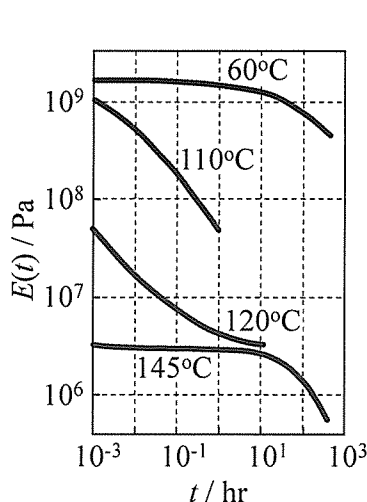
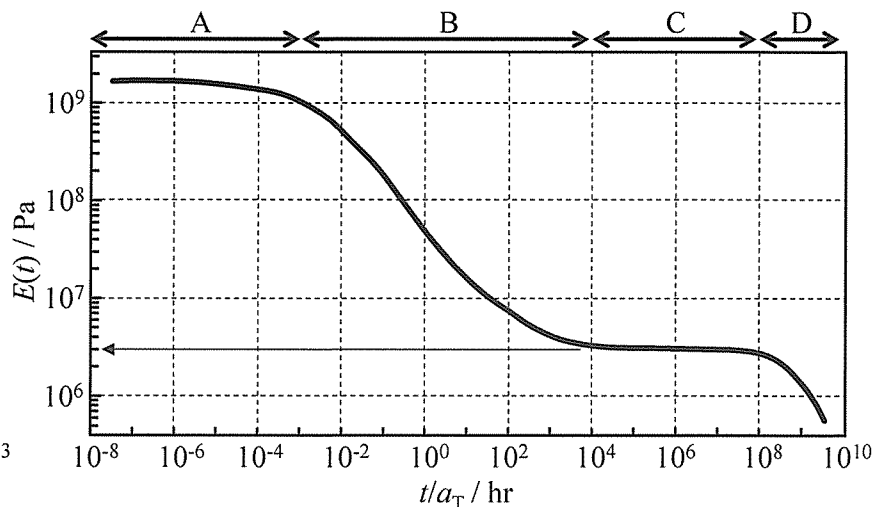

図 1
図 2
I 非晶性の線状高分子 **X** の短冊状試料を用い、温度一定で微小変形を与え、その変形を保ち続けた時に力 f が時間 t とともにどのように変化するかを測定し、緩和弾性率 $E(t)$ を求めた。図 1 には、図中に示す各温度で測定した $E(t)$ の t 依存性を示す。異なる温度で得られた $E(t)$ の曲線を、110°C を基準温度として、**あ** と呼ばれるパラメーター a_T を用いて横軸（時間軸）に沿ってシフトさせる、**い** を適用することで、各曲線はお互いに重ね合わせることが出来、図 2 に示すマスターカーブを得た。
(1) 上の問題文中の空欄 **あ** , **い** に当てはまる適切な語を記せ。
(2) 図 1 に示した 110°C での $E(t)$ の測定では、長さ 50.0mm、断面積 5.0mm² の短冊状試料を時間ゼロで 50.5mm に延伸し、この変形を固定したまま、力 f を測定した。 $t = 1.0 \times 10^{-3}$ hr で測定された f の値を求めよ。なお、断面積は変形によって変化しないものとみなしてよい。
(3) 図 2 に示す A～D の時間域について、それぞれの名称と、高分子鎖がどのような分子運動を行っているかについて、以下の空欄に当てはまる語を記せ。
(4) 図 1 から図 2 を得る際、120°C と 145°C のデータを、それぞれ長時間方向に 10^3 と 10^7 シフトした。WLF 式と呼ばれる、 a_T と温度 T との関係式、 $\log a_T = -[C_1(T - T_s)]/[C_2 + (T - T_s)]$ が成り立つと仮定し、110°C を基準温度 T_s とした時の WLF 式におけるパラメーター C_1 、 C_2 を求めよ。
(5) 基準温度が 145°C の時に得られるマスターカーブを、問(3)の各時間域が現れる時間に留意し、図 2 を参考になるべく正確に図示せよ。
(6) 図 1 で用いた高分子 **X** の 32 倍の分子量をもつ試料を用いて、同様の操作を行った。基準温度 110°C で得られるマスターカーブを、問(3)の各時間域が現れる時間に留意し、図 2 を参考になるべく正確に図示せよ。なお、最長緩和時間 τ_m と分子量 M の間には $\tau_m \propto M^{3.4}$ が成り立つとせよ。必要であれば、次の近似値を用いてもよい。 $2^{10} \approx 10^3$, $2^{17} \approx 10^5$, $2^{23} \approx 10^7$ 。
(7) 分子量が大きくなると問(6)のようにマスターカーブが変化する理由を、高分子の分子運動の観点から説明せよ。
(8) 問(3)の C の時間域における $E(t)$ の値 E_N と、未架橋高分子の 点間分子量 M_e の間には、 $E_N = 3\rho RT/M_e$ の関係がある (空欄には問(3)中の空欄 の語が入る。 ρ は試料の密度、 R は気体定数、 T は絶対温度)。高分子 **X** の M_e を、図 2 中の細線の矢印で示す E_N の値を用いて、有効数字 2 桁で算出せよ。なお、必要であれば次の値を用いよ。気体定数 $R = 8.3 \text{ (Pa} \cdot \text{m}^3 \text{)/(K} \cdot \text{mol)}$ 、高分子 **X** の $\rho = 1.20 \text{ g/cm}^3$ 。
(9) バネとダッシュポットを直列につないだマックスウェル模型について、時間 $t=0$ で一定の微小ひずみを与え、そのひずみを保ち続けたときの $E(t)$ の時間依存性は、以下のように求めることが出来る。空欄 (i)~(ix) に当てはまる数式を記せ。